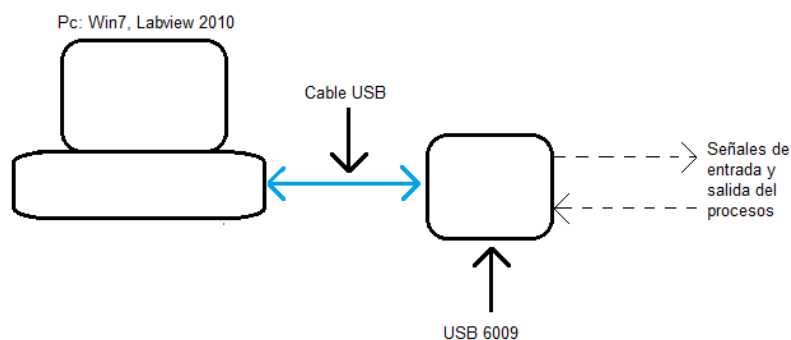

Figura 2. DAQ Banco PCT 9-2
- En el Área de procesos, para el banco de medición y control de nivel (PCT 9-2): computador personal -PC con sistema operativo Windows XP, el programa desarrollador de aplicaciones labVIEW™ 2010, la tarjeta NI USB 6009 (figura 2)